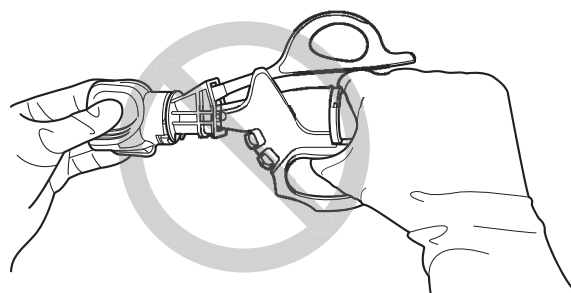

Figura 5
- Non afferrare contemporaneamente l'impugnatura e il trasduttore durante il fissaggio. (Vedere la figura 5)